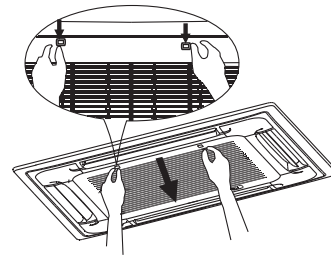

Рис. 6-1
- Одновременно потяните 2 зажима воздухооборной решетки в направлении друг к другу, затем потяните их на себя (рис. 6-1).
2. Снимите воздухооборную решетку (рис. 6-1)